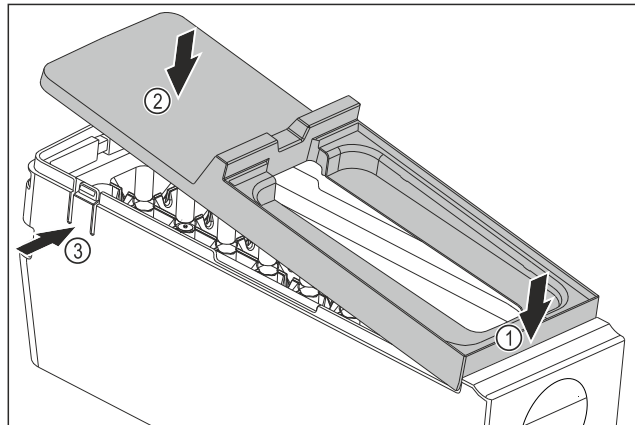

Fig. 119
- ▶ Abdeckung des EasyTwist-Ice-Körpers montieren: Abdeckung vorne ansetzen. Fig. 119 (1)
- ▶ Abdeckung hinten absenken. Fig. 119 (2)
- ▷ Abdeckung rastet hörbar in beiden Laschen Fig. 119 (3) ein.